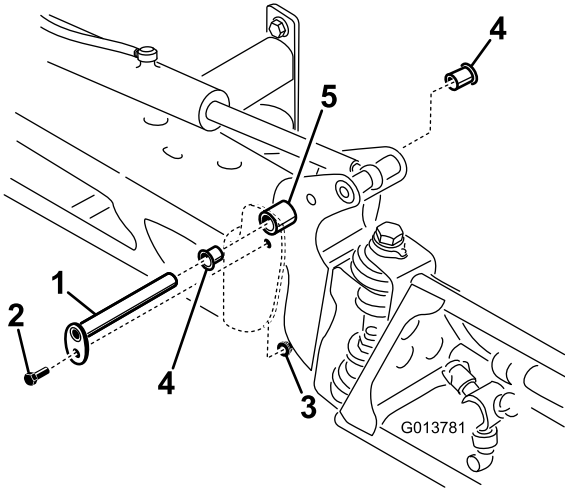

Figure 66
3. Lorsque le poids de la rampe est supporté, retirez le boulon et l'écrou de fixation de l'axe de pivot à l'ensemble rampe (Figure 66) et déposez l'axe de pivot.
5. Déposez et examinez les bagues en nylon à l'avant et à l'arrière du support de pivot (Figure 66).
7. Montez l'ensemble rampe et support de pivot dans le bâti central en alignant les ouvertures (Figure 66).